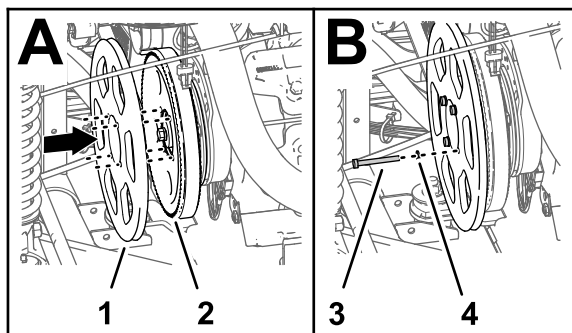

图182
4. 将交流发电机套件皮带轮上的孔与打药机泵皮带轮上的孔对齐 图182。